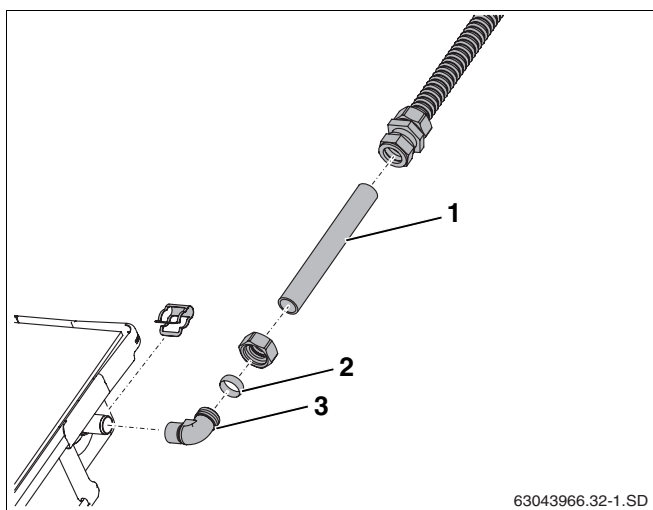

Fig. 61 Prolungamento del tubo di allacciamento
- Montare l'anello di bloccaggio (fig. 61, **pos. 2**) e il dado di raccordo sulla staffa (fig. 61, **pos. 3**).
- Inserire il tubo di rame debitamente accorciato (18 mm, fig. 61, **pos. 1**) nei giunti a bocchettone con anello di bloccaggio.